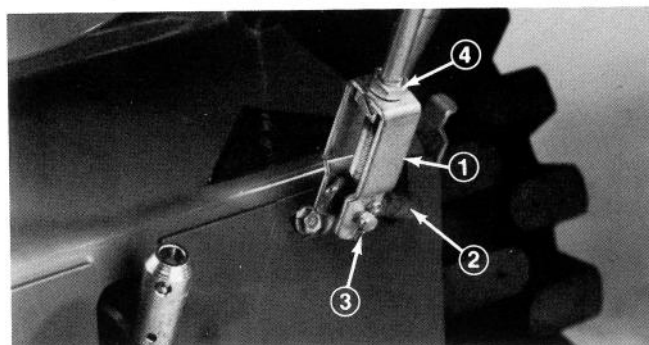

Fig. 7
2. Drej gaffelen (Fig. 7) på enden af kontrolstangen til hullerne i gaffelen passer med hullerne i remstangen, sæt låsebolten i og kontroller justeringen. Fastgør gaffel og remstang ved at sætte hårnålssplitten gennem låsebolten (Fig. 7).
3. Spænd kontrabolten fast mod gaffelen (Fig. 7).